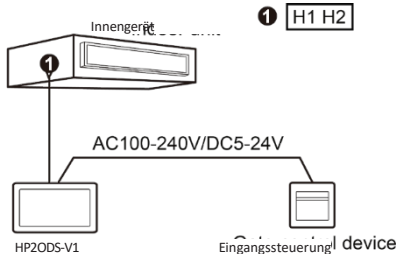

Abb. 5.12 Anschlussvariante 1 für die kabelgebundene Steuerung und die Eingangssteuerung
- ① Das HP2ODS-V1 aus Abbildung 5.12 muss als HBS-Master-Gerät definiert werden.